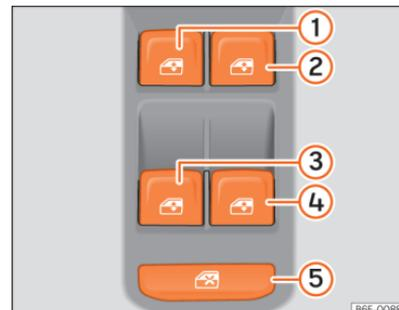

Fig. 59 Pormenor da porta do condutor: comandos das janelas.
Com o interruptor de segurança »» Fig. 59 ⑤ da porta do condutor é possível desativar os botões de acionamento das janelas das portas traseiras.